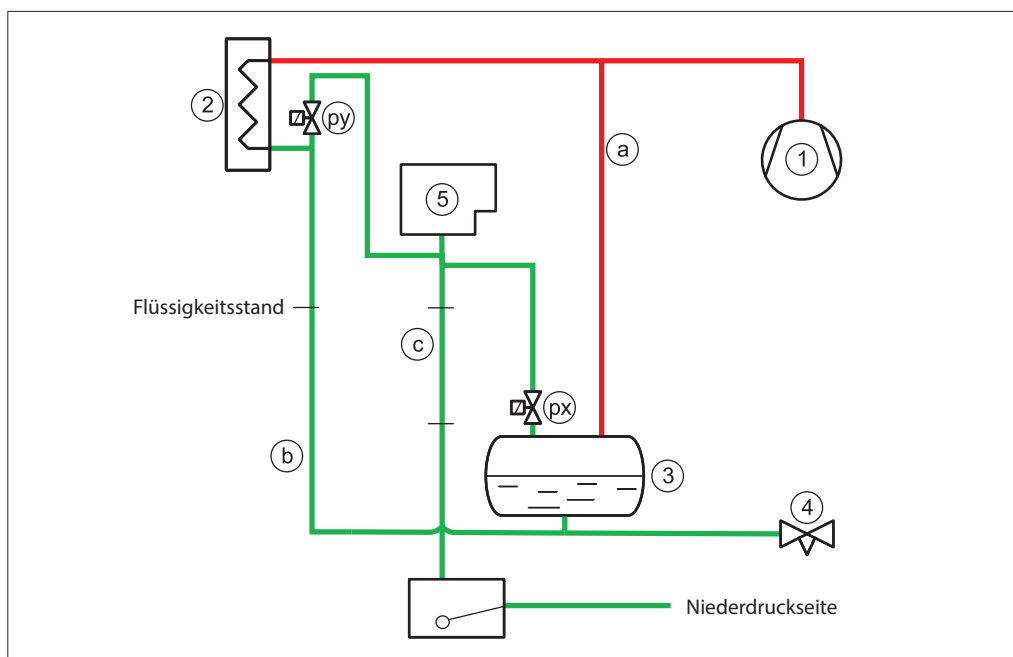

Abb. 7 Entlüfteranschlüsse (px) und (py). Die Ablaufleitungen (c) müssen vertikal/mit Abwärtsgefälle verlegt sein.
Alternativ dazu kann der Flüssigkeitsablauf aus dem Entlüfter durch ein HD-Schwimmerventil (6) zur Niederdruckseite erfolgen (siehe Abb. 7).